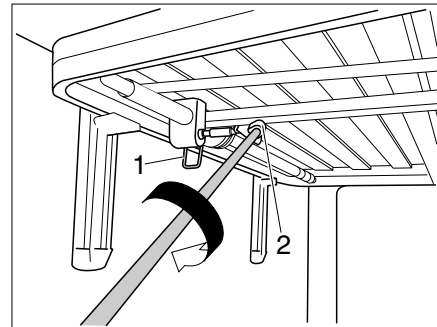

Fig. 150 Regolazione in altezza
- Sbloccare la leva di sicurezza (Fig. 150,1). Ora si può spostare il letto.
- Inserire la manovella nella sede magnetica a sezione quadrata (Fig. 150,2). Ora si può modificare l'altezza del letto.
- Estrarre la manovella dalla sede a sezione quadrata (Fig. 150,2) e conservarla nel supporto.